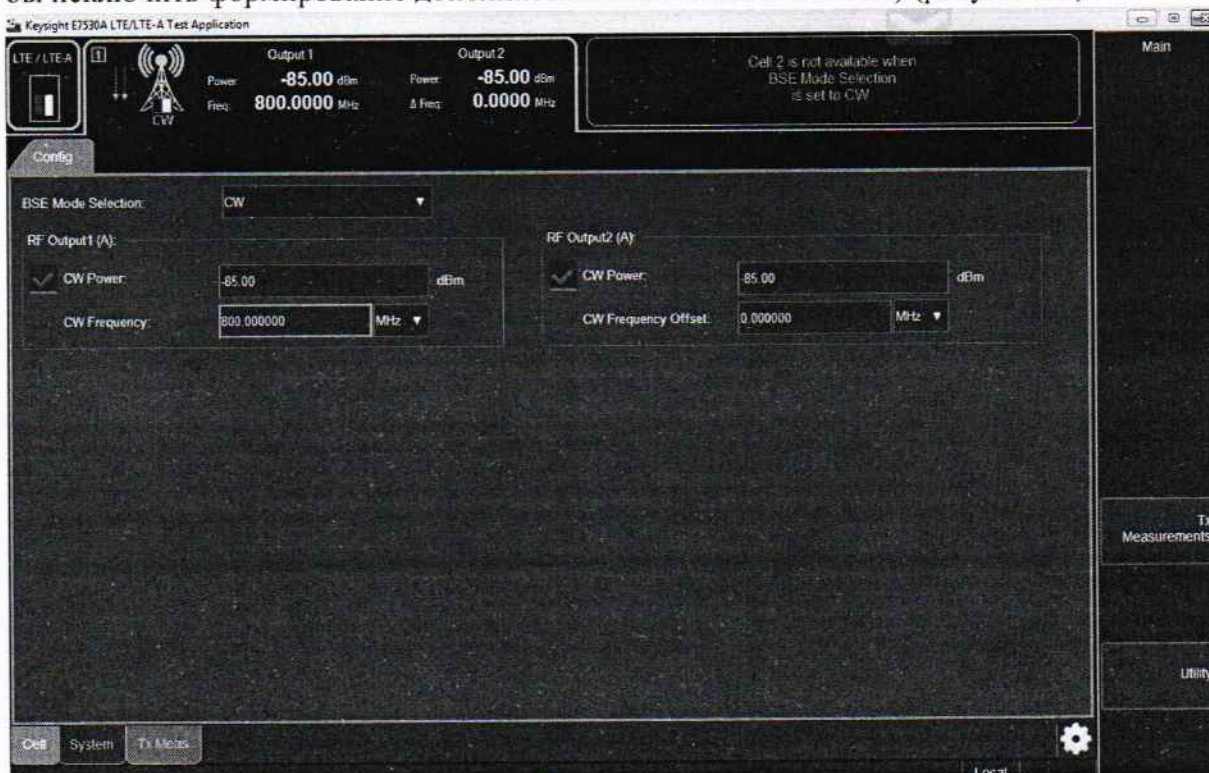

Рисунок 16.
7.5.3 Выбрать поле BSE Mode Selection для приемопередатчика В в режиме CW (чтобы исключить формирование дополнительного сигнала downlink) (рисунок 16).